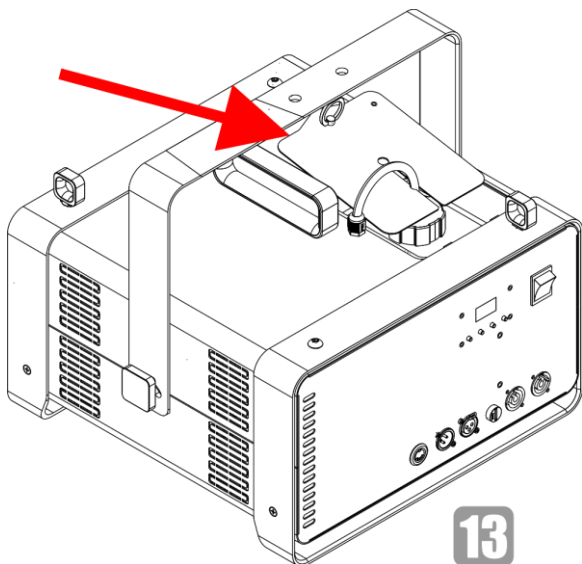

Fig. 19
- 13) Vuelva a colocar la tapa en el dispositivo como se indica en la Fig. 19.